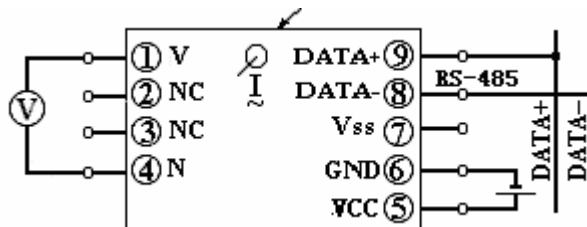

图 3.1.2 单相三隔离 S3 型产品接线参考图(Vss 为 485 输出的地)
3.1.4.2 单相三隔离 S3 型产品接线参考图，见图 3.1.2